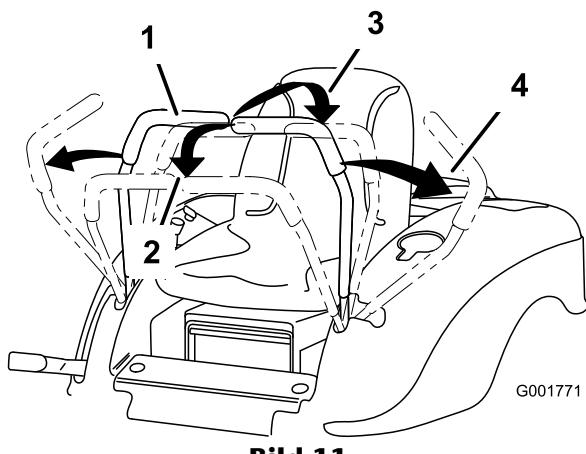

Bild 11
2. Schieben Sie für das Vorwärtsgehen die Fahrantreibshebel langsam vorwärts (Bild 11).
Wenden Sie zum Geradeausfahren auf beide Fahrantrebshebel denselben Druck an (Bild 11).
Verringern Sie zum Wenden den Druck auf den Fahrantrebshebel an der Seite, in deren Richtung Sie wenden möchten (Bild 11).
2. Ziehen Sie zum Rückwärtsfahren die Fahrantrebshebel langsam nach hinten (Bild 11).